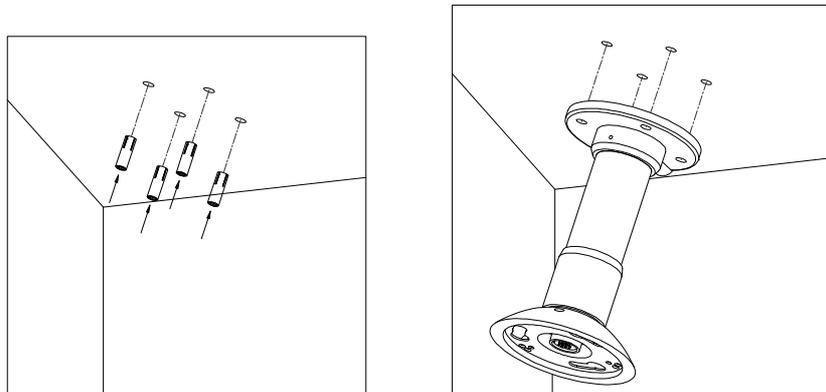

Figura 16
- 1) Instale el soporte para techo base (observe la figura 16).
- 2) Fije la plataforma base en el techo (Figura 16).